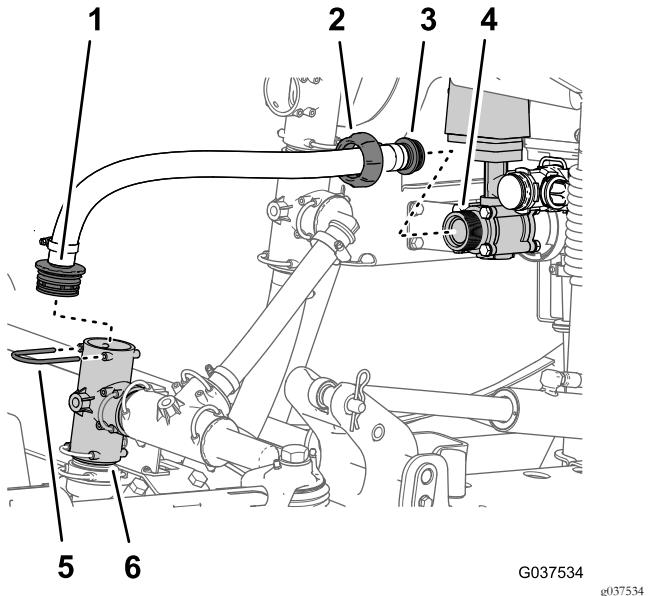

图37
- 从主控制阀的螺纹接头完全拧下打药车供水软管的蝶形螺母 图37。
- 卸下将打药车供水软管直通宝塔接头固定至打药车泵 T 形接头的卡环 图37。
- 从机器上拆下打药车供水软管 图37。